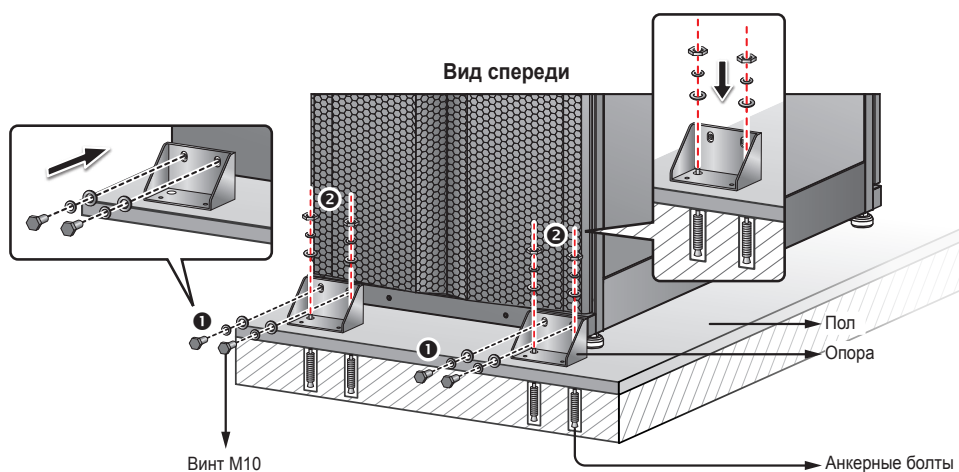

Рис. 5-2. Установка опор спереди
- 3 Торцевым ключом на 16 мм отверните 4 винта M10 ❶ и снимите с поддона две опоры, фиксировавшие ИБП при транспортировке. Прикрепите две опоры этими винтами к ИБП спереди и снимите с поддона две опоры, фиксировавшие ИБП при транспортировке. Прикрепите две опоры этими винтами к ИБП спереди. Для фиксации ИБП прикрепите опоры к полу анкерными болтами ❷ с гайками. Анкерные болты приобретаются отдельно. См. **Рис. 5-2**.